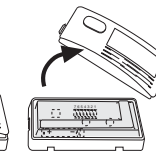

Abb. 6
5. Drücken Sie die Verriegelung links am Gehäuse mit einem Schraubendreher leicht ein, bis sich das Gehäuse-Oberteil abnehmen lässt (Abb.6).